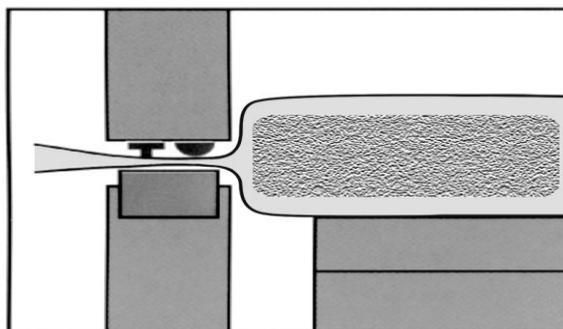

Fig. 3
- El paquete con el producto se coloca en la zona de vacío. El producto en la bolsa debe ajustarse lo más posible a la barra de termosellado (Fig. 3) para mejorar el aspecto y el ajuste más completo del producto.